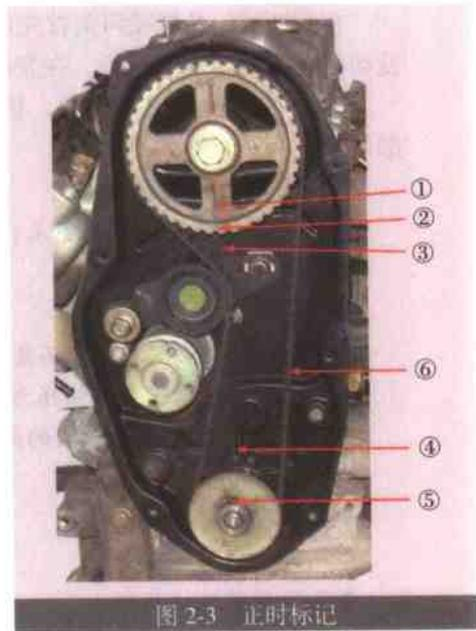

图 2-3 正时标记
2) 凸轮轴正时带轮还有一个圆点标记②(见图2-3), 它位于标记①的径线上。正时带后罩壳有一个凸出标记③。旋转凸轮轴正时带轮, 使标记②对着标记③。
3) 正时带后罩壳还有一个凸出标记④。旋转曲轴使曲轴正时带轮的键槽⑤对准标记④。
4) 两个正时带轮在角度上已相互对准。在这种情况下, 使⑥所示部分的正时带完全没有松动的安装。